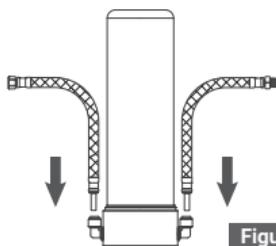

Figure 1
1. Connectez le tuyau d'entrée et le tuyau de sortie à la tête de filtre. (Figure 1) Lorsque le tuyau est complètement inséré, mettez la pince de verrouillage bleue sur l'ajustement. Cela verrouillera le tuyau en place et l'empêchera de tomber.